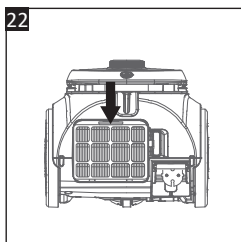

Рис. 22
- Нажмите на язычок в верхней части выпускного воздушного фильтра (23), чтобы снять его с пылесоса (Рис. 22).